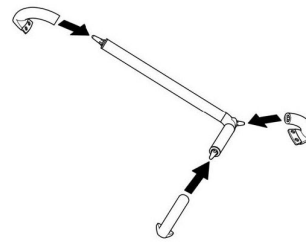

Fig. 5
1. Uniquement pour le modèle H146 : Installez les éléments de montage mural dans la barre de la poignée (Fig. 5).